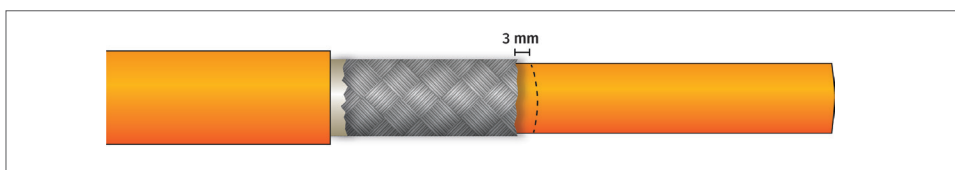

Abb. 7-9: Schritt 4: Markierung auf Innenmantel anbringen
- ☞ Ein 10 mm langes Stück Schrumpfschlauch auf die HV-Leitung bis zur Markierung aufziehen (Abb. 7-9).